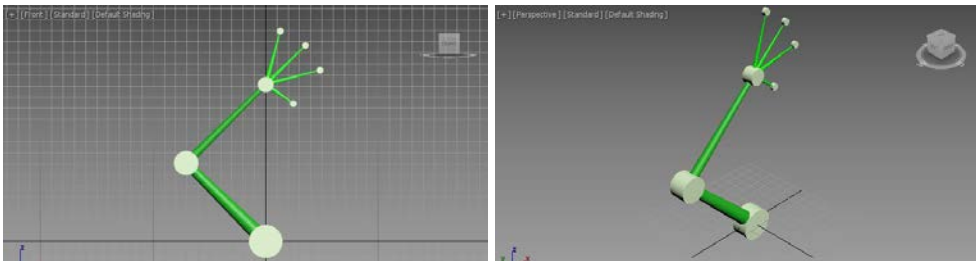

Fig. 5.2. Verificarea legăturilor lanțului cinematic
3. Verificarea procesului de legare; după ce s-a creat lanțul cinematic legat, se selectează una dintre articulații sau un braț și i se aplică o funcție de transformare (deplasare sau rotație), fig. 5.2.
Revenind la structura din fig. 5.2, în continuare se propune aplicarea cinematicii inverse.